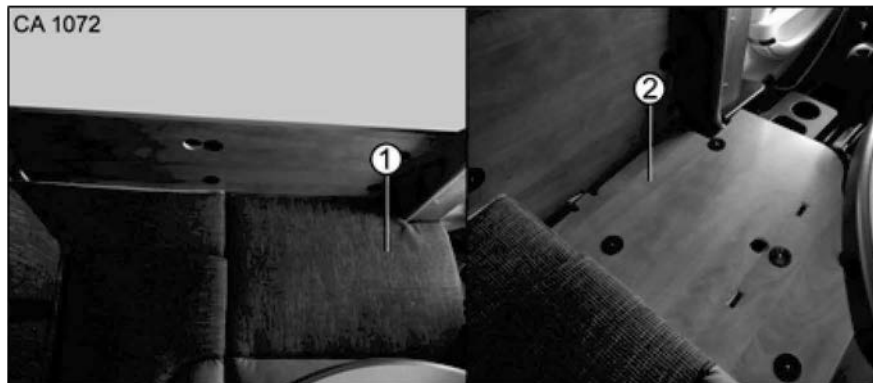

Fig. 23 Transformation de la banquette latérale en siège pour la route
1. Enlever le coussin (Fig. 23/1).
2. Retirer le panneau de bois (Fig. 23/2) vers l'avant.